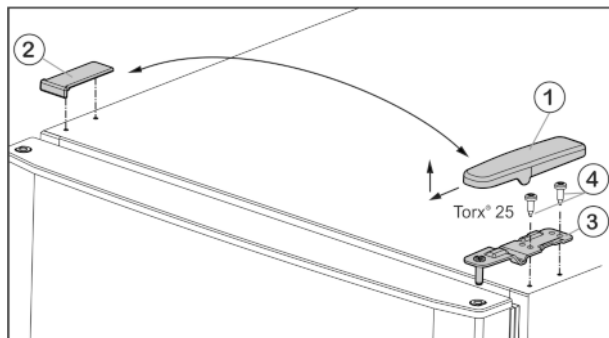

Fig. 4
- Abdeckung Fig. 4 (1) nach vorne und oben abziehen.
- Abdeckung Fig. 4 (2) abheben.
- Oberen Lagerbock Fig. 4 (3) abschrauben (2 mal Torx® 25) Fig. 4 (4) und nach oben abziehen.
- Oberen Lagerbock Fig. 4 (3) auf der neuen Scharnierseite in die Tür einsetzen.
- ▶ Oberen Lagerbock **fest (mit 4 Nm)** anschrauben (2 mal Torx® 25) *Fig. 4 (4)*. Eventuell einen Akkuschauber verwenden.
- ▶ Abdeckung *Fig. 4 (1)* auf der Gegenseite von außen aufsetzen und einrasten.
- ▶ Abdeckung *Fig. 4 (2)* jeweils auf der Gegenseite von oben aufsetzen und einrasten.